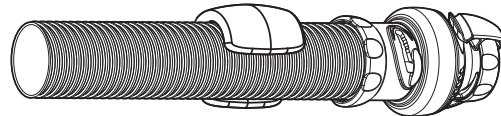

Figura 6. Conecte la VRC
1. Verifique que la válvula reguladora de caudal (VRC) (c) esté conectada a la manguera guía (h). La manguera guía (h) es la sección de la manguera que tiene colocado el flotante de gomaespuma. Según el tipo de manguera, es posible también que se requiera la conexión del adaptador de la VRC (g) (figura 6).